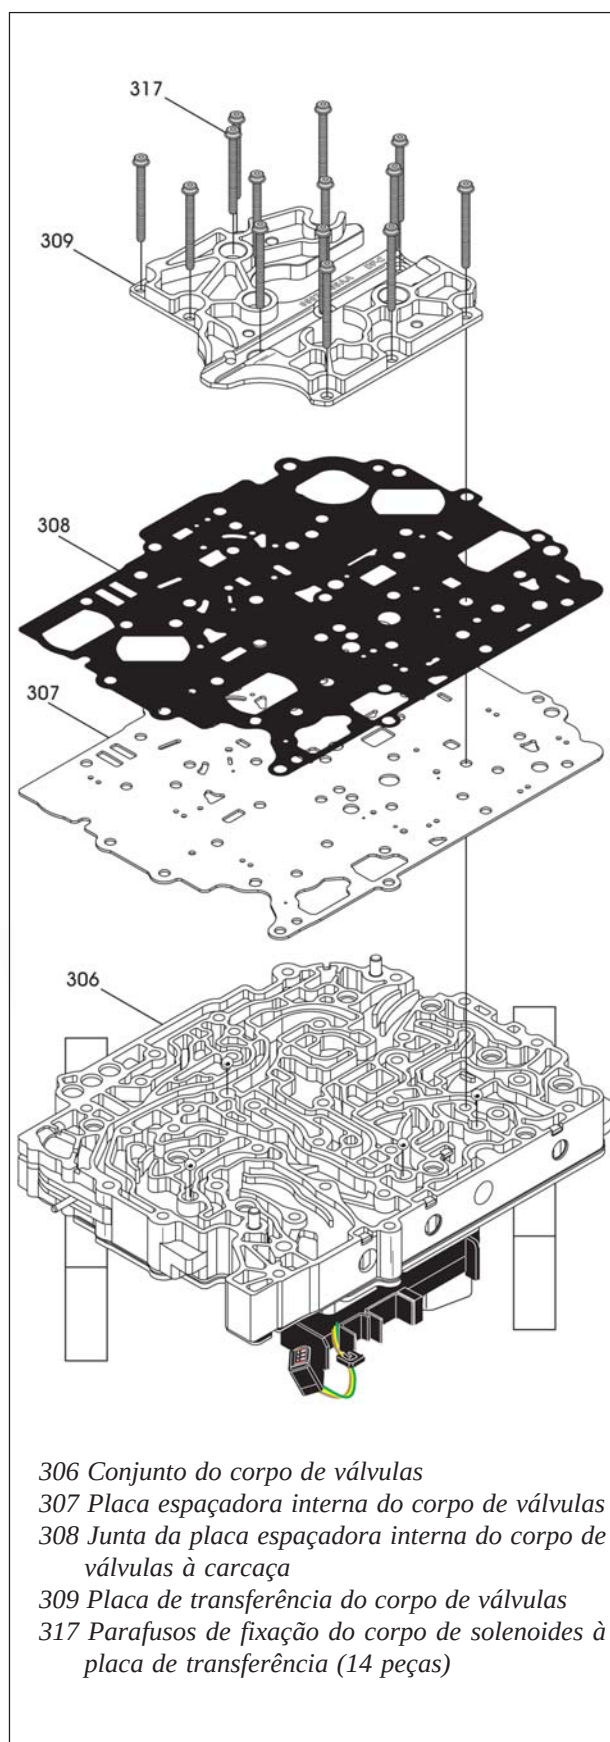

Figura 209
1. Posicione o conjunto completo do corpo de válvulas numa superfície de trabalho plana com o corpo de solenoides voltado para baixo, conforme mostra a figura 209.
2. Remova os 14 parafusos de fixação da placa de transferência ao corpo de válvulas, conforme mostra a figura 209, utilizando uma chave torx T25.
3. Remova a junta da placa espaçadora interna e a placa espaçadora, conforme mostra a figura 209.